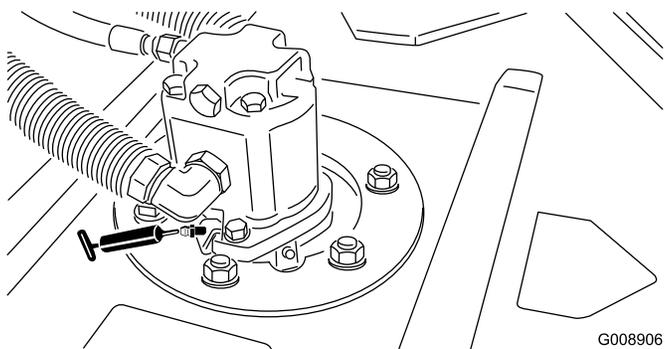

Figura 48
- Bielas do eixo da unidade de corte (2 por unidade de corte) (Figura 48)